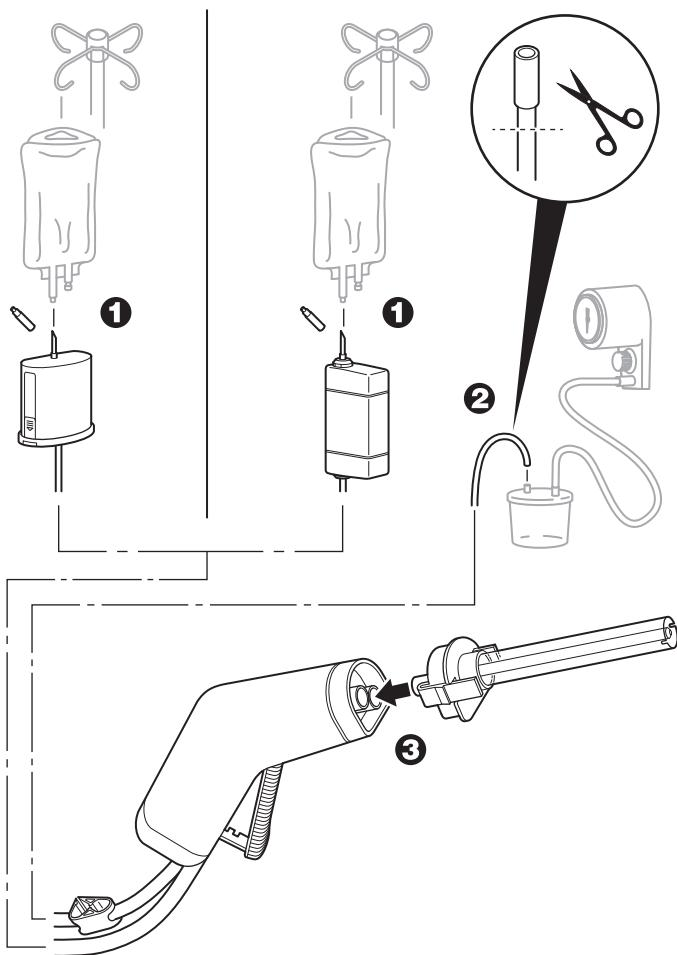

Figura 1 – Montaggio del manipolo
- Con tecnica aseptica, togliere il puntale del perforatore dalla cannula di irrigazione del manipolo e inserire il perforatore nel raccordo di accesso sterile della sacca di irrigazione (figura 1).